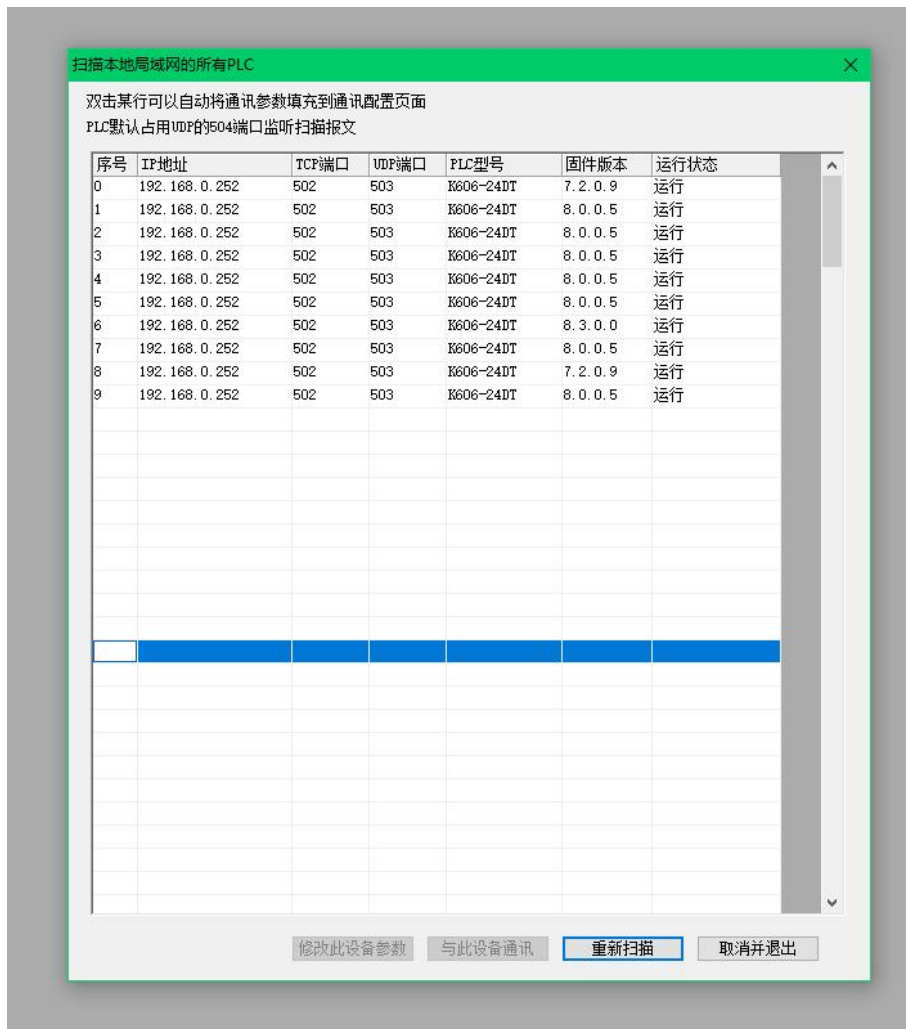
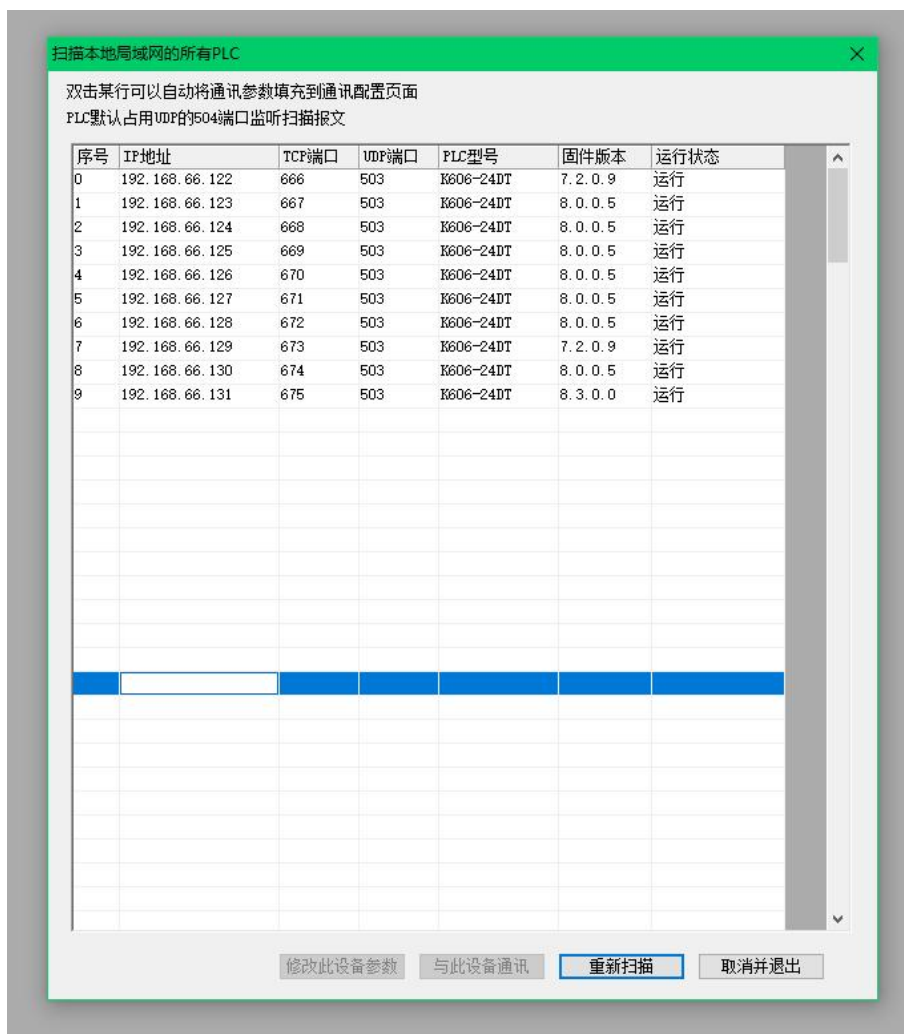

图 6
图 7
- ① 在不勾选 以此IP为起始，所有IP设置为不同值 以此端口为起始，所有端口设置为不同值 时点击确定，网络中所有的设备都会修改为相同的 IP 地址、子网掩码、网关、端口号。如图 6。
- ② 在 以此IP为起始，所有IP设置为不同值 以此端口为起始，所有端口设置为不同值 时点击确定，网络中的设备以此 IP 为起始 IP、以此端口为起始端口号进行递增。图 6 中修改前网络中所有设备的 IP 地址和和端口号都相同，图 7 为批量修改后的效果。